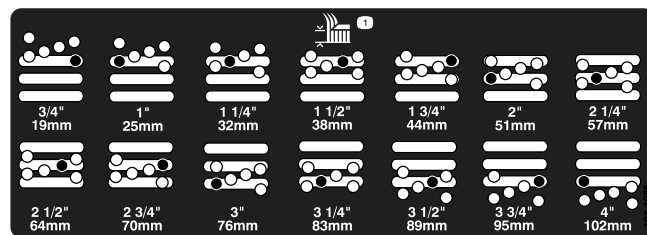

Figura 4
5. Mueva la cámara a la altura de corte deseada e instale un espaciador en el taladro y la ranura de altura de corte deseados (Figura 4).